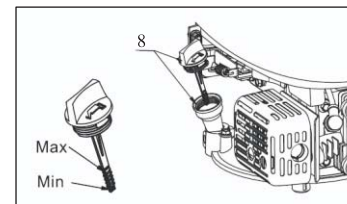

Fig. 6
2. Retire la tapa del filtro de aceite/varilla de nivel (8) y límpiela.
3. Inserte la tapa del filtro de aceite/varilla de nivel (8) en el cuello del filtro de aceite tal y como se muestra, pero no la atornille. A continuación, retírela para comprobar el nivel de aceite.
4. Si el nivel de aceite está cerca o por debajo de la marca del límite inferior de la varilla de nivel, retire la tapa del filtro de aceite/varilla de nivel (8) y rellene con el aceite recomendado hasta la marca del límite superior (borde inferior del orificio de llenado de aceite). No sobrellene.
5. Coloque de nuevo la tapa del filtro de aceite/varilla de nivel (8) (consulte la Fig. 6)